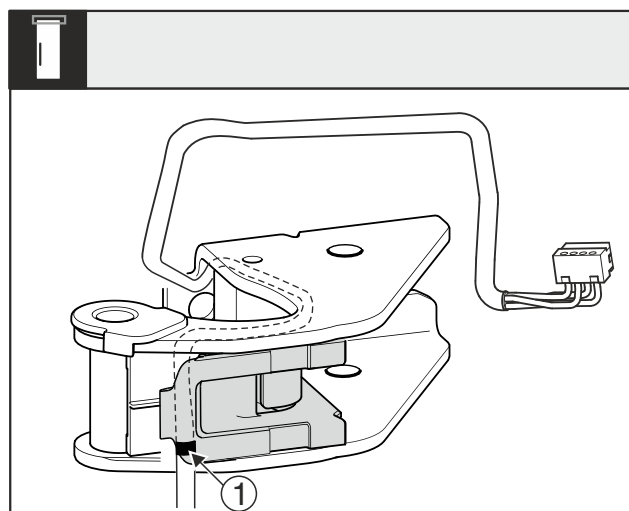

Fig. 32
- При этом средняя маркировка Fig. 32 (1) должна находиться на краю держателя кабеля.